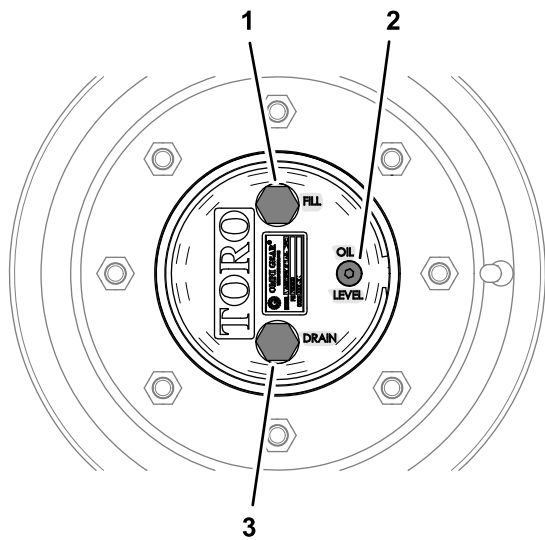

図 96
1. 水平な床面で、補給プラグが最高位置時計の12時の位置、点検プラグが12時、ドレンプラグが最低位置6時の位置にくるように駐車する 図 96。
1. 水平な床面で、補給プラグが最高位置時計の 12 時の位置、点検プラグが 12 時、ドレンプラグが最低位置 6 時の位置にくるように駐車する 図 96 プラネタリギアオイルの点検 (ページ 64) を参照。